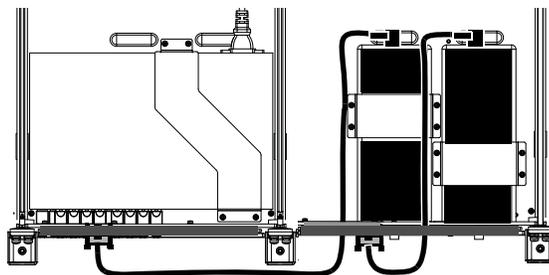

Abbildung 14. Führung der Netzkabel zu einem Chassis mit Ethernet-Switch
- 3 So schließen Sie das Chassis mit dem Ethernet-Switch an das Stromnetz an (siehe Abbildung 14):